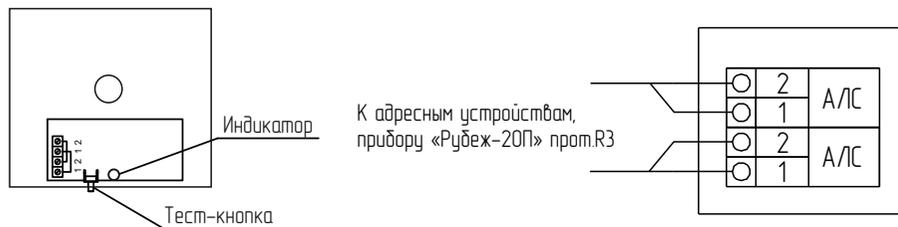

Рисунок 2
- 6.9 Подключить провода АЛС к клеммной колодке (Рисунок 2). УДП подключается к прибору при помощи двухпроводной АЛС с номинальным сечением проводов от 0,35 до 1,5 мм2.